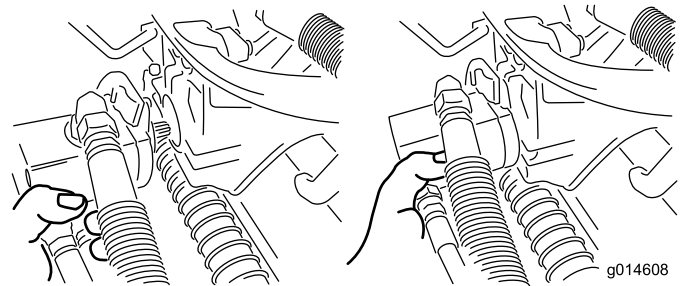

Figure 55
- Mueva el motor al lugar de almacenamiento en la parte delantera del brazo de suspensión (Figure 55).